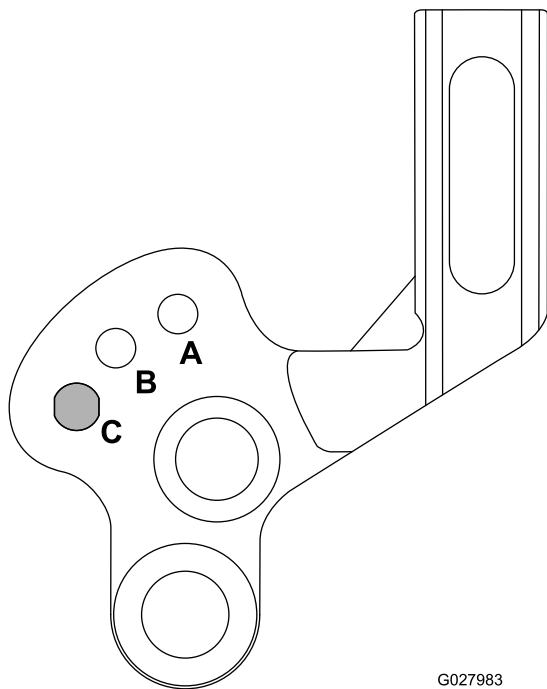

图19
- B. 将刀臂向上或向下旋转至 A 或 B 位置 图19。
当希望不使用疏草刀剪草时或需要运输机器时请将疏草滚刀提升至提起行驶位置如 图19 所示。